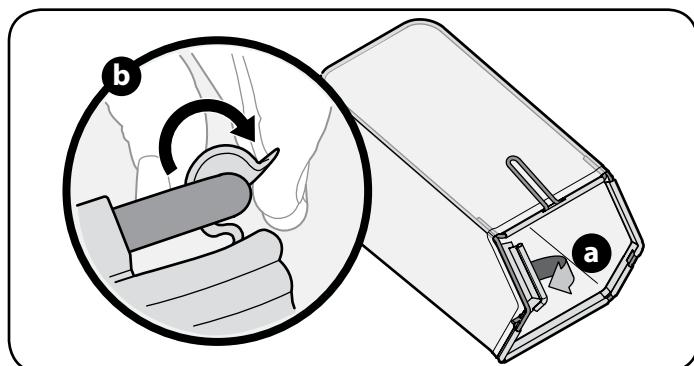

Figura 6
- i. Utilice abrazaderas de cable proporcionados para asegurar el control de la cuchilla y cables de la unidad a la manija inferior como se muestra en la Figura 6.
- b. Deslice el canal de plástico sobre los ganchos del marco. Vea la Figura 6.